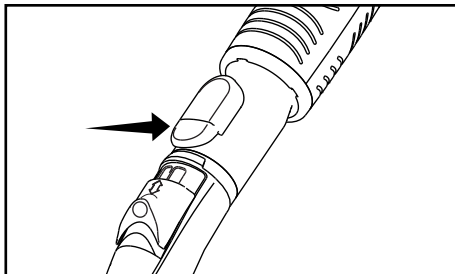

Fig. 1
- Desconecte la varilla de la manija curva al presionar el botón de liberación de la varilla (Fig. 1).